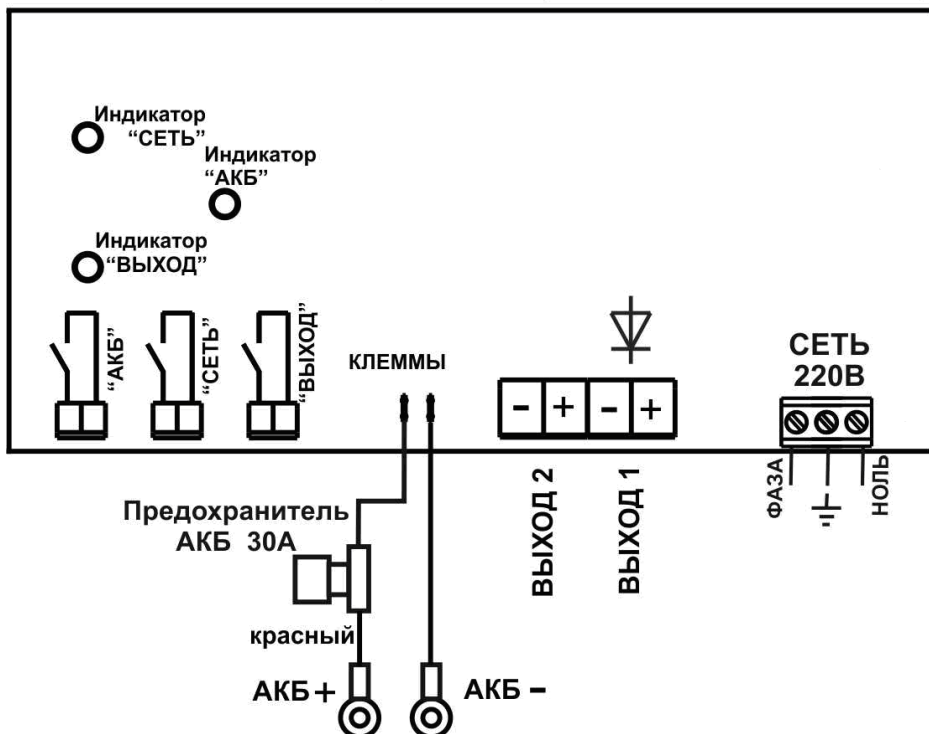

Рисунок 1 – Вид изделия с открытой крышкой (схема подключения)
- формирование выходных сигналов «СЕТЬ», «АКБ» и «ВЫХОД» в формате «СУХИЕ КОНТАКТЫ РЕЛЕ» (при наличии сигнала соответствующий контакт замкнут, см. рисунок 1);
На днище корпуса расположена печатная плата (см. рисунок 1).
Подключение устройства производится при отключенном сетевом напряжении и открытой крышке (см. рисунок 1) в следующей последовательности: